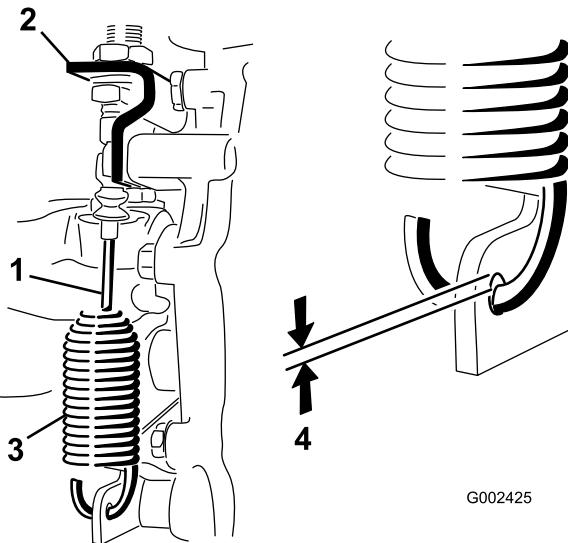

Bild 51
1. Nehmen Sie die Lastösenbolzen ab, mit denen das Kabel (schneller/langsamer Gang) am Getriebe befestigt ist (Bild 51).
2. Lösen Sie die Klemmmuttern, mit denen das Differenzialsperrenkabel an der Halterung am Getriebe befestigt ist (Bild 51).